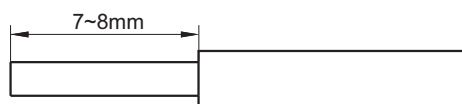
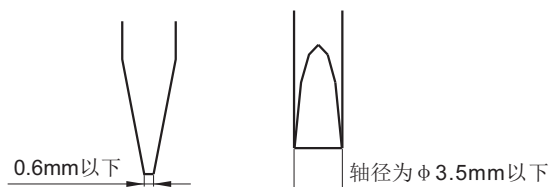
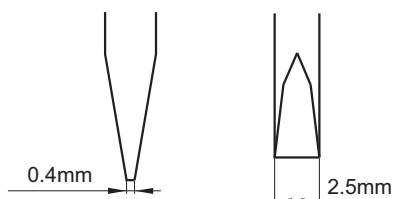

图1
图2
图3
导线前端需剥去7mm~8mm的绝缘保护层，如图1所示。请务必按此尺寸使用。
- 接线时，请使用如图2所示的螺丝刀：
- 一字型螺丝刀：见图2
接线时，请使用如图3所示螺丝刀。
将继电器插座防脱卡簧呈现于打开状态(详见图1)，将继电器对准插座主体型腔(详见图2)。然后逆时针扳动防脱卡扣，同时轻轻下压继电器，直至继电器完全装入插座(详见图3)。